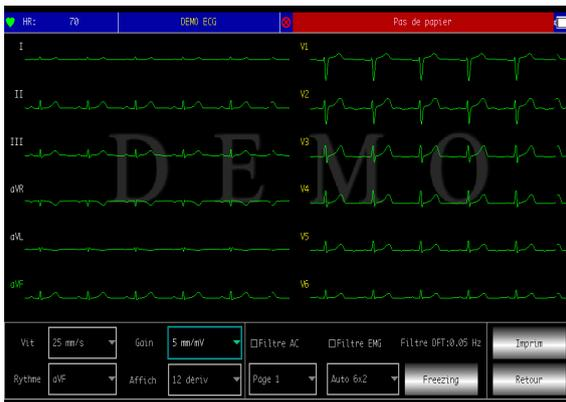

Figure 6-2 Invite de manque de papier
(2) Sortez le papier d'enregistrement de la fente du couvercle du compartiment papier et fermez le couvercle.
6.1.3 Si le papier d'enregistrement s'épuise pendant l'enregistrement, l'appareil cessera automatiquement d'imprimer et l'écran affichera un message indiquant qu'il n'y a plus de papier, comme le montre la figure 6-2.